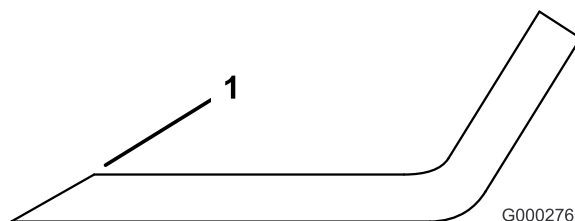

**Bild 84**
2. Prüfen Sie die Schnittkanten des Messers sorgfältig, insbesondere dort, wo die geraden Flächen die gebogenen berühren (Bild 84).
**Hinweis:** Da Sand und anderes reibendes Material das Metall abschleifen kann, das die flachen mit den gebogenen Teilen verbindet, müssen Sie das Messer vor jedem Einsatz des Rasenmähers prüfen. Wenn Sie Abnutzungen (Bild 84) feststellen, sollten Sie das Messer auswechseln.